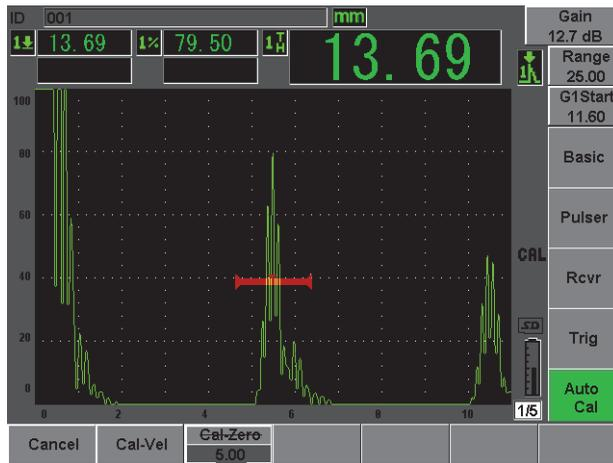

Figura 2-15 Porta 1 inicial
11. Faça com que a indicação fique em 80% da altura da tela cheia usando a função **(AUTO XX%)** [veja Figura 2-15 na página 52].